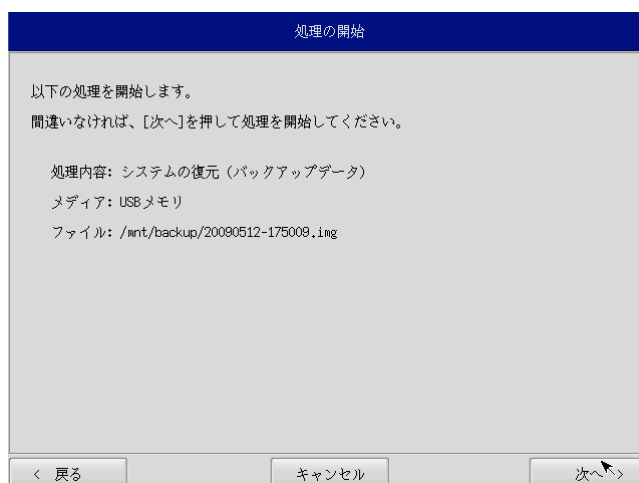

図 6-4-4. 確認画面
- ⑥ 確認画面（図 6-4-4）が表示されます。メディア、バックアップファイルを確認します。[次へ]ボタンを押します。